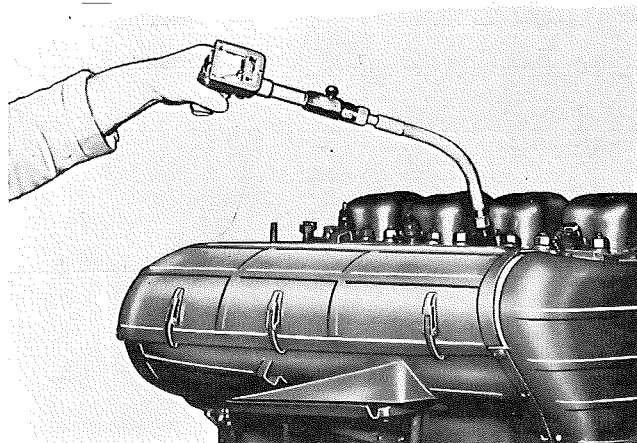

Fig. 11 - Contrôle de la compression du moteur.
- monter l'appareil d'essai de la compression 5.9030.407.0/10 à la place de l'injecteur (fig. 11);